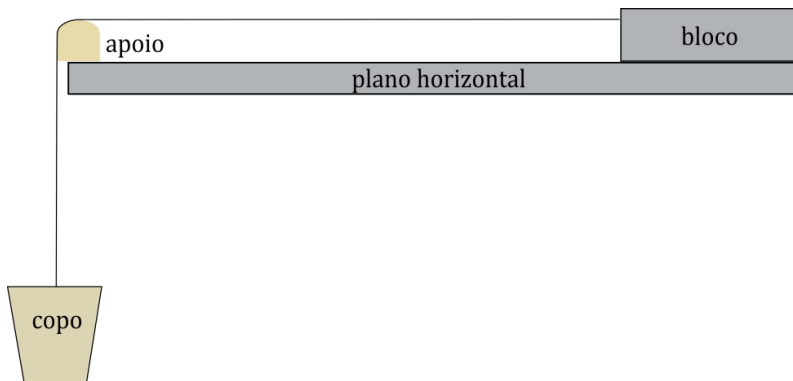

Figura 3: Representação esquemática da montagem experimental para estudo do atrito
A tua tarefa neste trabalho experimental é medir o coeficiente de atrito estático,  $\mu_e$ , entre um bloco de madeira e um plano horizontal, também de madeira. Para isso irás usar a montagem representada na figura 3.
*Nota: Deves ter o cuidado de colocar o bloco de madeira sobre o plano horizontal de forma a que o fio esteja sempre numa posição paralela a este, tal como indica a figura 3.*
- 1) Começa por determinar quantos discos de 18 mm devem ser colocados no copo de papel para que o bloco inicie o movimento. Antes de cada medida o bloco deve estar na extremidade do plano horizontal mais distante do apoio de plástico e totalmente assente no plano horizontal, como mostra a figura 3. Ao colocar e remover os discos do copo deves ter o cuidado de segurar suavemente o bloco de modo a que não haja movimento deste, causado pela queda dos discos no copo. Repete a medida 5 vezes, anotando os valores obtidos na coluna “Discos no bloco” = 0 da tabela acima.